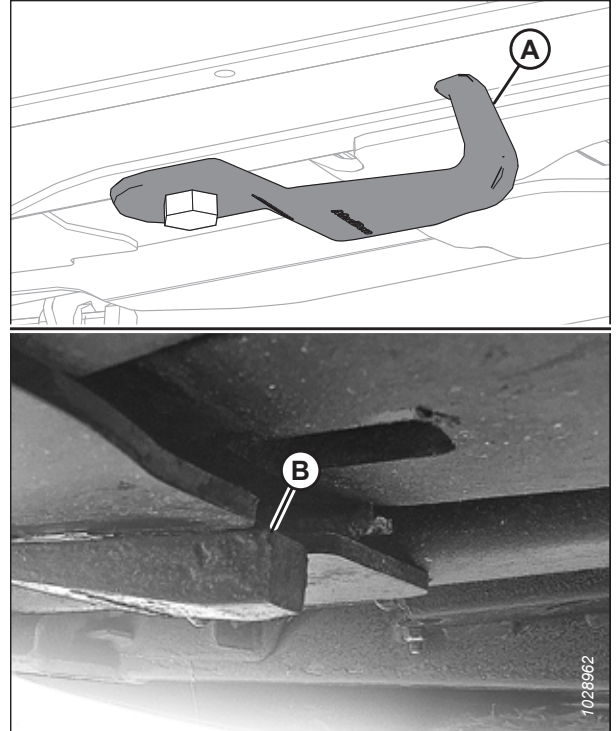

Figure 4.217: Crochets du support de bielle
La figure 4.217, page 419 montre un crochet du support de bielle non endommagé (A) et un autre endommagé (B). Un crochet de support de bielle étiré n'est pas illustré.